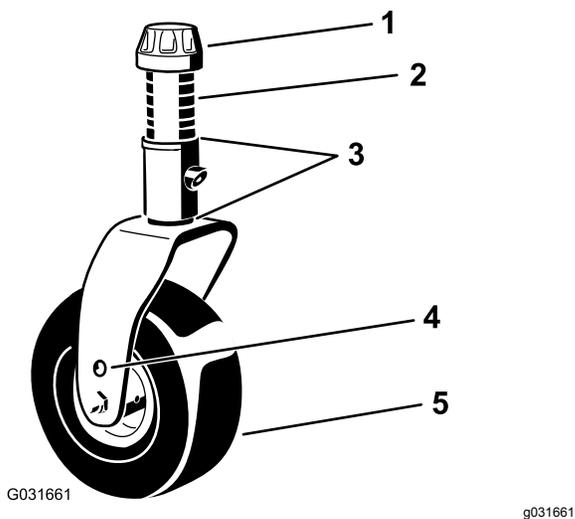
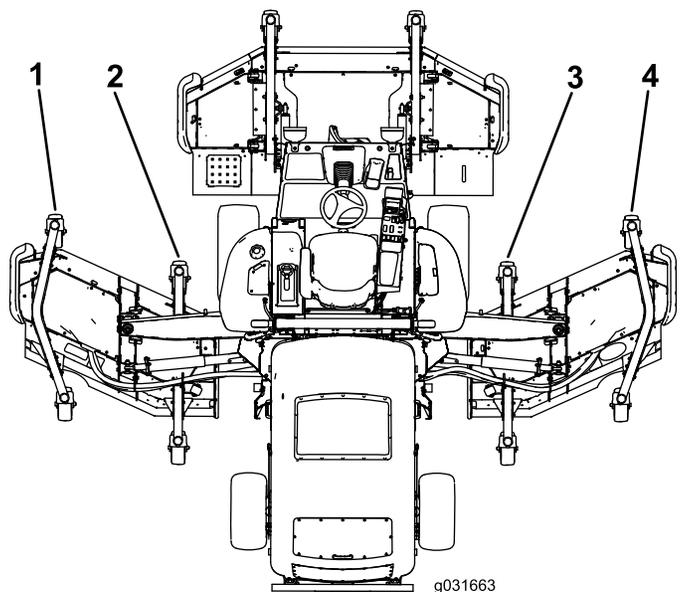

Figura 26
Figura 27
5. Si el borde interior de la carcaca de corte lateral está demasiado alto respecto al borde exterior de la carcaca delantera, retire un suplemento de la parte inferior del brazo interior delantero de la rueda giratoria en la carcaca de corte lateral (Figura 26 y Figura 27).
6. Si el borde interior sigue estando demasiado alto, retire otro suplemento de la parte inferior del brazo interior delantero de la rueda giratoria de la carcasa de corte lateral, y un suplemento del brazo exterior delantero de la rueda giratoria de la carcasa de corte lateral (Figura 26 y Figura 27).
7. Si el borde interior de la carcasa de corte lateral está demasiado bajo respecto al borde exterior de la carcasa de corte delantera, añada un suplemento de 3 mm a la parte inferior del brazo interior delantero de la rueda giratoria en la carcasa de corte lateral (Figura 26 y Figura 27).